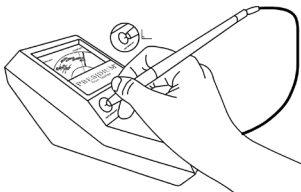

Fig. 1.4
- Appuyez l'embout de la sonde sur le disque test des pierres d'imitation à gauche du voyant (**Fig. 1.4**). Appuyez suffisamment pour que l'embout rentre complètement dans la sonde. L'aiguille du cadran devrait se déplacer et s'arrêter en deux ou trois secondes dans la zone blanche (de préférence au centre de cette zone) où « CAL » est imprimé.